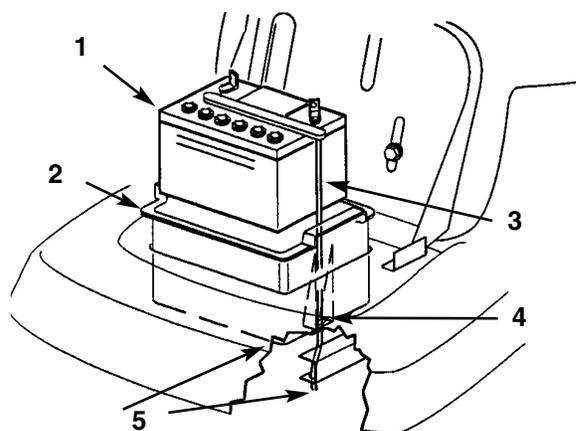

Fig. 22
5. Rimuovete il vaso contenitore della batteria, la batteria ed il tubetto lungo di sfiato dal telaio (Fig. 22).
1. Inserite la batteria nel vaso contenitore, quindi inserite il tubetto di sfiato nella scanalatura ed attraverso la fessura in fondo al vaso contenitore (Fig. 22).
IMPORTANTE: Guardate nella feritoia dove il vaso contenitore della batteria si inserisce nel telaio, ed osservate il foro in fondo all'elemento destro del telaio (Fig. 22). Inserite sempre il tubetto lungo di sfiato della batteria attraverso questo foro per impedire che l'acido della batteria non corroda il trattorino o il tosaerba.
2. Montate il vaso contenitore della batteria e la batteria nel telaio (Fig. 22). Verificate che l'estremità del tubetto di sfiato venga inserita nel foro del telaio (Fig. 22).